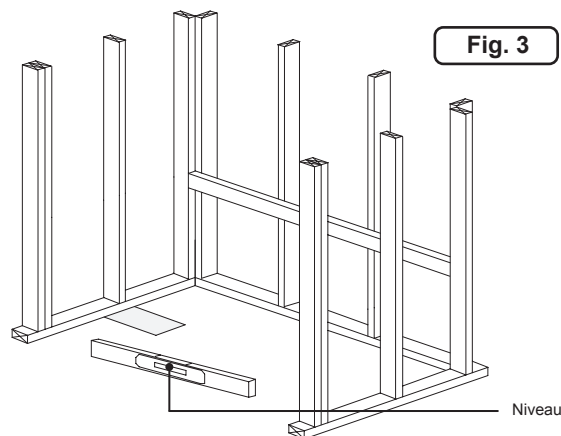

Fig. 3
1. Assurez-vous encadrés dans une alcôve est de taille appropriée pour dimensions Jacuzzi, carrés, et d'aplomb; étage vérifier elle est de niveau (Figure 3). Rough-in doit être maintenue à un minimum jusqu'à ce que l'appareil est sur le chantier. Les mesures peuvent varier 0 ou - 1/4 "de l'original spécifications.